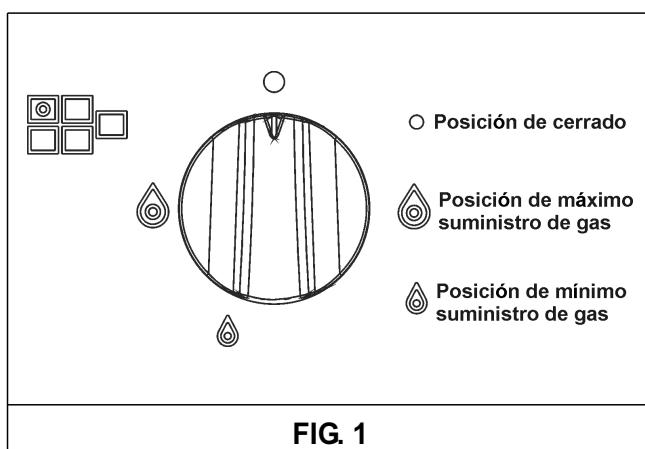

FIG. 1
Presionar y girar hacia la izquierda el mando correspondiente al quemador que se desea usar, colocarlo en la posición de máximo (llama grande fig. 1) y acercar un fósforo encendido al quemador.
Apretar y girar en sentido antihorario el botón que corresponde al quemador a usar, colocarlo en la posición de Máximo (llama grande fig. 1), apretar y dejar el botón de encendido.
Presionar y girar hacia la izquierda el mando correspondiente al quemador que se desea usar, colocarlo en la posición de máximo (llama grande fig. 1) y, luego, presionar el mando hasta el final.
Con los quemadores provistos de termopar de seguridad, se debe girar hacia la izquierda el mando correspondiente al quemador que se desea usar, colocarlo en la posición de máximo (llama grande fig. 1) hasta percibir un pequeño tope y seguidamente presionar el mando y repetir la operación indicada anteriormente.
- Una vez conseguida la ebullición, girar el mando a la posición de mínimo (llama pequeña fig. 1).